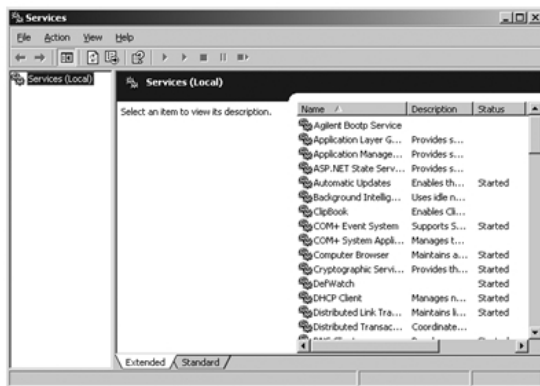

Figure 20 Écran des services de Windows
- 1 Dans la fenêtre du panneau de configuration (Control panel), sélectionner **Administrative Tools > Services > (> Outils d'administration > Services >)**. L'écran **Services** s'ouvre, cf. Figure 20, page 76.